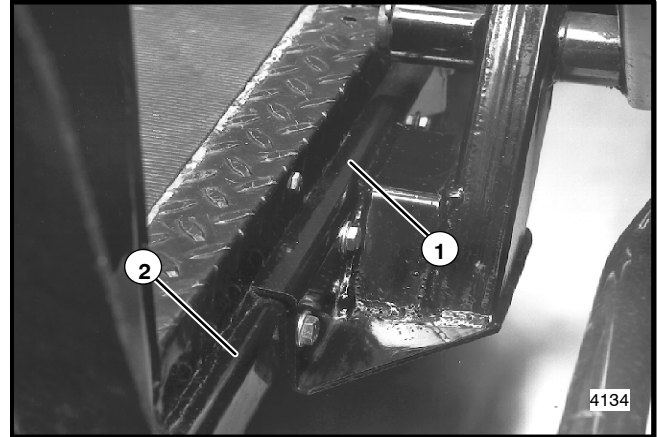

Abbildung 6
2. Heben und stützen Sie das untere Ende der Fördervorrichtung so, dass die untere Montageklammer an der Rahmenschiene des Fahrzeugs angebracht werden kann. Der obere Flansch der Klammer liegt nach unten an der Oberseite der Rahmenschiene an. Setzen Sie die Klemme an. Verwenden Sie die Bohrungen in der Klammer als Vorlage. Bohren Sie vier (4) 10 mm Löcher durch die Rahmenschiene (siehe Abb. 6). Sichern Sie die Verbindung mit vier Schrauben, 3/8-16 x 1 (Teilenummer 306414), Sicherungsscheiben und Muttern. Entfernen Sie die Klammern und Träger an der Unterseite der Fördervorrichtung.